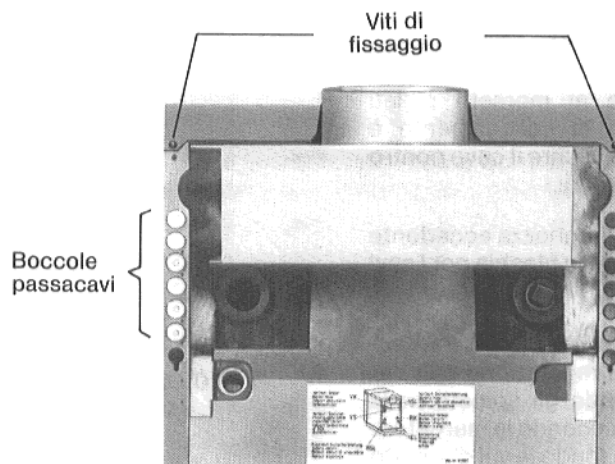
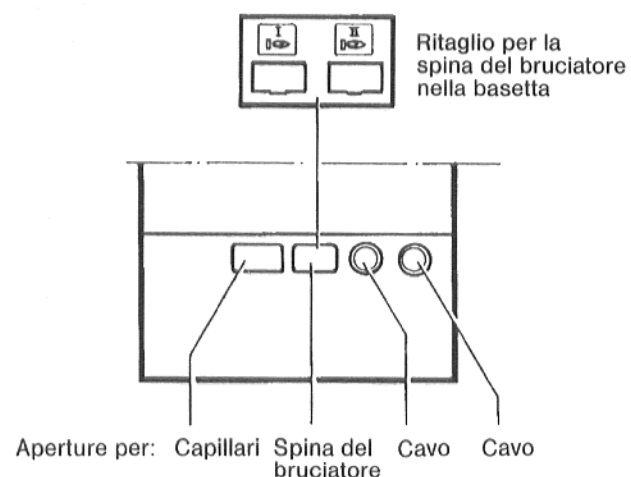

Fig. 7: Dettaglio vista posteriore
Fig. 8: Aperture nella bassetta e nel coperchio caldaia
4. Togliere il coperchio posteriore della caldaia, svitando entrambe le viti di fissaggio posteriori (Fig. 7).
Introdurre i cavi da dietro attraverso le boccole passacavi (Fig. 7) disponendoli nel canale fra la parete laterale e l'isolazione, quindi immetterli nella bassetta dell'apparecchio di regolazione passando attraverso le aperture circolari (Fig. 8).
6. Apporre il coperchio posteriore della caldaia, e fissarlo da dietro con entrambe le viti autofilettanti a corredo (Fig. 7).
Far passare i capillari verso il basso attraverso l'apertura rettangolare di sinistra nella basetta e nel coperchio (Fig. 8).
14. Infilare la parte ricevente della spina del bruciatore attraverso l'apertura a questo scopo prevista nella basetta (vedi Fig. 8 e 11).